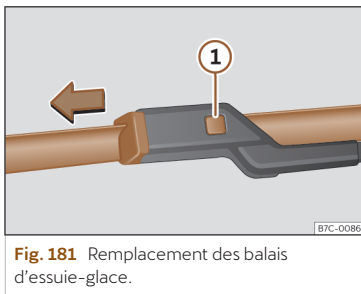

Fig. 181 Remplacement des balais d'essuie-glace.
- Maintenez la touche de déverrouillage >>> **fig. 181** ① enfoncée en tirant légèrement le balai dans le sens de la flèche.